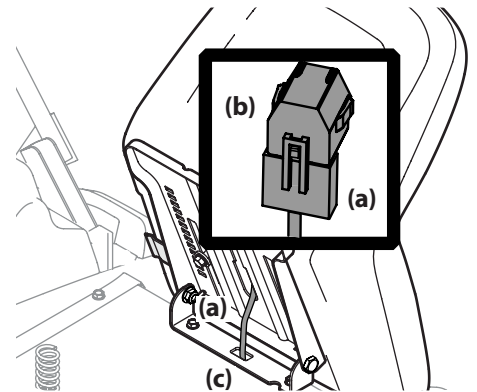

Figure 2-11
- Si nécessaire, connectez le faisceau de l'interrupteur du siège (a) à l'interrupteur (b). Voir Figure 2-11. Assurez-vous que l'excédent des fils soit bien inséré dans le trou du support du siège.